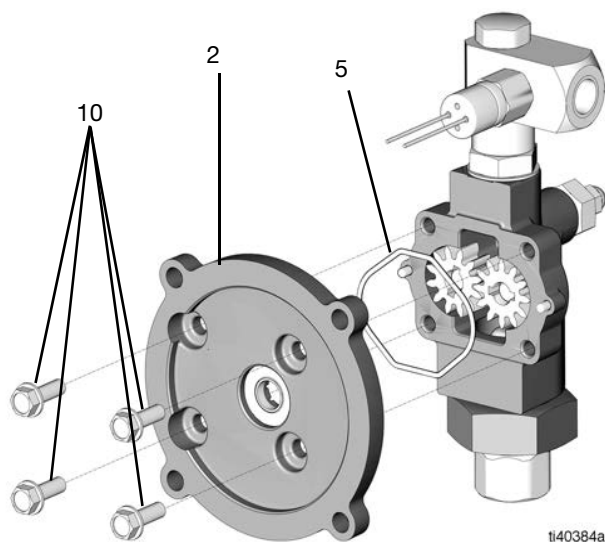

FIG. 26
15. Retirez les quatre vis (10) de la plaque d'adaptateur (2) à l'aide d'une clé à douille de 1/2 po. (FIG. 26).
16. Retirez la plaque d'adaptateur (2) (FIG. 26).
- Poussez les quatre vis (10) à travers la plaque d'adaptateur (2) et utilisez une clé à douille de 1/2 po. pour les serrer (serrez au couple de 40,7 N•m) (voir FIG. 26).